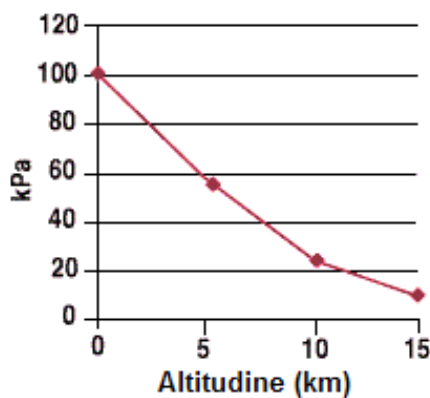

Figura 3a. Compresibilitatea gazelor este ilustrată prin presiunea aerului ca funcție neliniară de altitudine.
Gazele diferă de lichide din două puncte de vedere: sunt foarte compresibile și umplu complet vasul închis în care sunt plasate. Variația neliniară cu altitudinea a presiunii aerului, arătată în figura 3a este un exemplu al efectului compresibilității gazelor. Sub formă diferențială relația presiunii hidrostatice (2) pentru aer este (apare "–" fiindcă "h" e înălțime, nu adâncime):